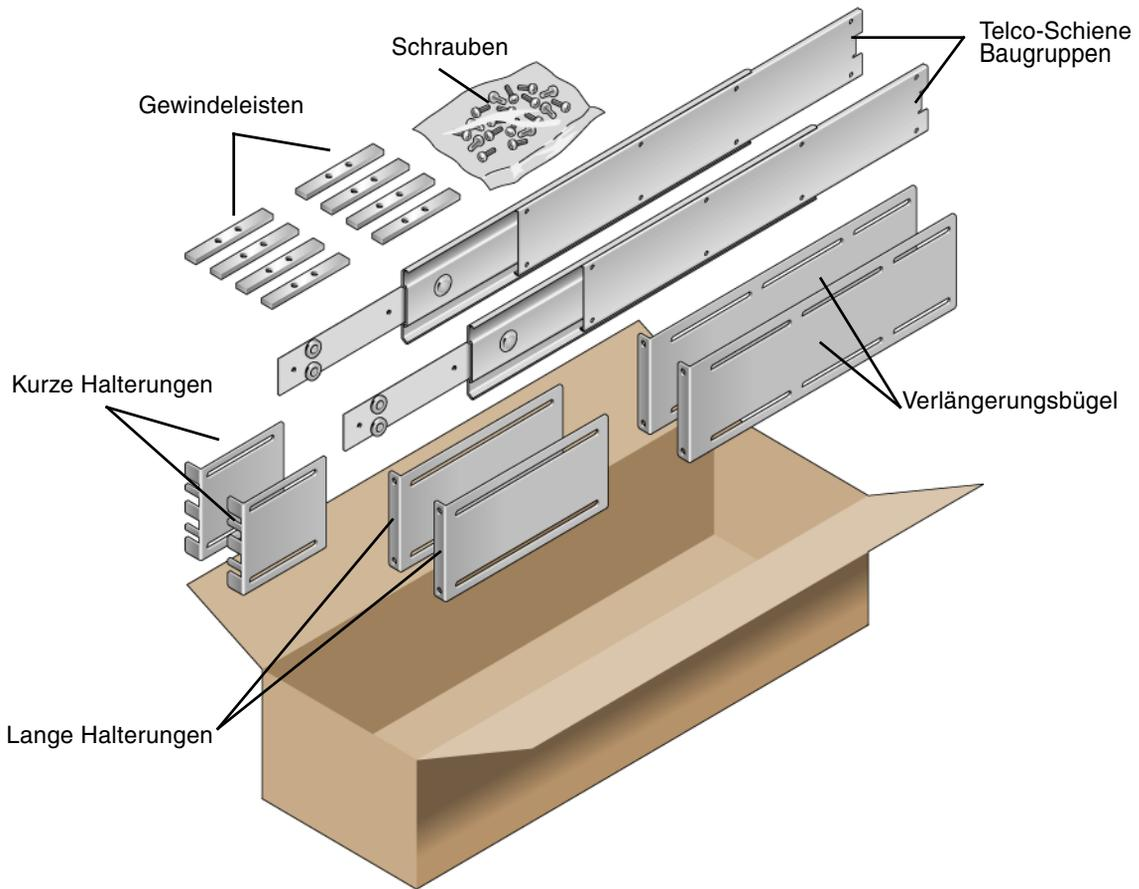

ABBILDUNG 3-6 Inhalt des Schienen-Kits für 19-Zoll-Racks mit 4 Stützen
3. Nehmen Sie die Telco-Schienenbaugruppen aus dem Rack-Kit zur Hand (ABBILDUNG 3-6).
6. Nehmen Sie die kurzen und langen Halterungen aus dem Rackmontage-Kit zur Hand (ABBILDUNG 3-6).